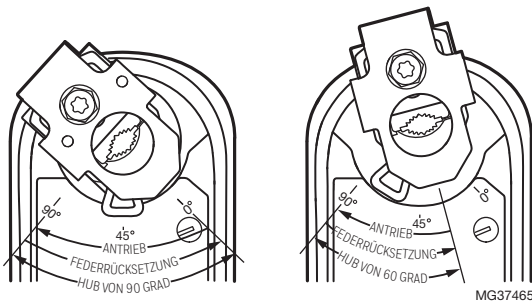

Abb. 6. Hubreduzierung.
3. Drehen Sie die Achsenkupplung unter Ausrichtung entsprechend der Hubbeschriftung in die gewünschte Position. Siehe Abb. 6.
BEISPIEL: Wenn Sie die Achsenkupplung auf eine ungefähre ausfallsichere Position von 30 Grad festlegen (wie am Gehäuse angegeben), wird der Hub auf 60 Grad begrenzt. (Siehe Abb. 6).